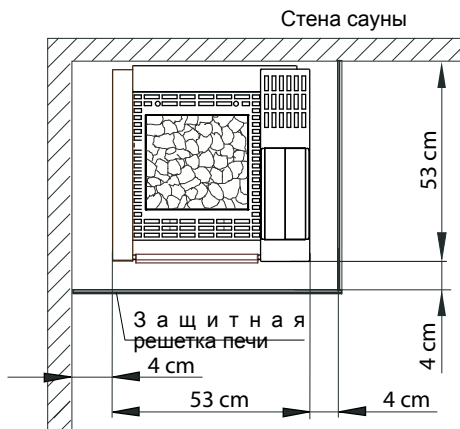

Рис.1
- При монтаже саунной печи надлежит следить за тем, чтобы расстояние по вертикали между верхним краем саунной печи и потолком сауны составляло не менее 105 см, а горизонтальное (боковое) расстояние между печью и стенкой кабины - не менее 4 см (Рис. 1).
Рис.1а